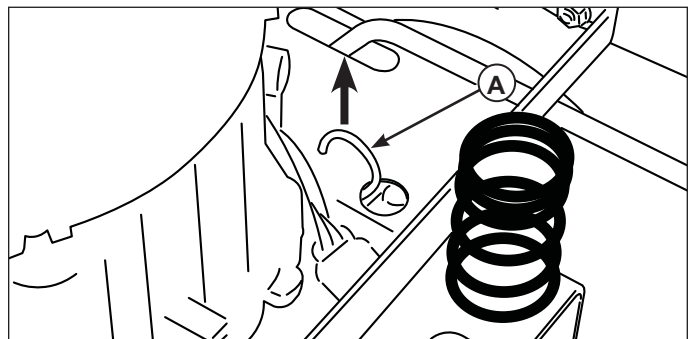

Figure 2. Composants de désembrayage de roue libre (de chaque côté)
2. Pour désengager la transmission, tirer les tiges de débrayage de roue libre vers le haut (**A**, figure 2), se trouvant sur les deux côtés du moteur, dans la position **POUSSER**.